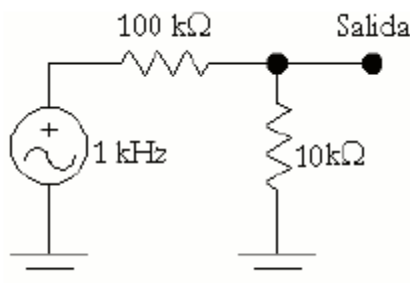

Figura 2
1. Sin desarmar el amplificador diferencial, armar el circuito de la Figura 2. Emplear este divisor de tensión para atenuar la salida del generador de señales.
3. Utilizar el circuito de la Figura 2, excitar la entrada no-inversora del amplificador diferencial manteniendo la entrada inversora a tierra.
10. Excitar ambas entradas en modo común empleando el divisor de tensión de la Figura 2.